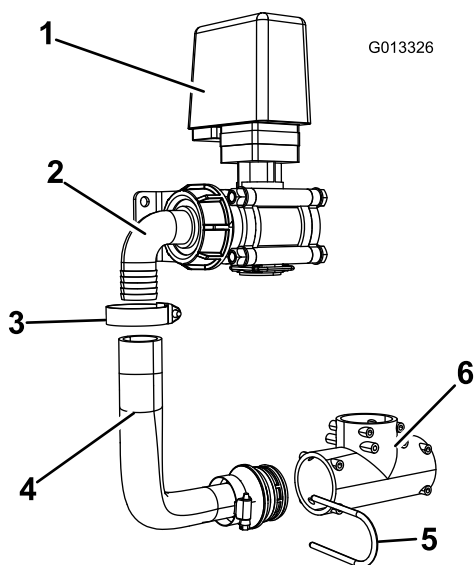

Figura 15
2. Desaperte a braçadeira do tubo que prende o tubo de agitação ao encaixe de 90 graus na válvula de agitação e retire o tubo. Retire a forquilha de retenção que prende a outra extremidade do tubo à ligação em T. Elimine a montagem do tubo de agitação. Guarde a braçadeira do tubo e forquilha de retenção (Figura 15).